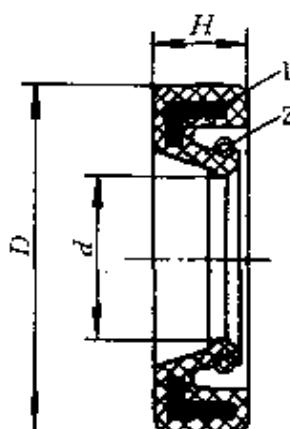

图 4-19 回转轴密封圈
(6) 回转轴密封 图 4-19 所示为一种用耐油橡胶制成的回转轴用密封圈，它的内部有直角形圆铁环骨架 1 支撑着，内边围着一条螺旋形弹簧 2，把密封圈的内唇收紧在轴上来进行密封。这种密封圈主要用于摆动液压缸伸出轴的密封，也适用于液压泵和液压马达伸出轴的密封。